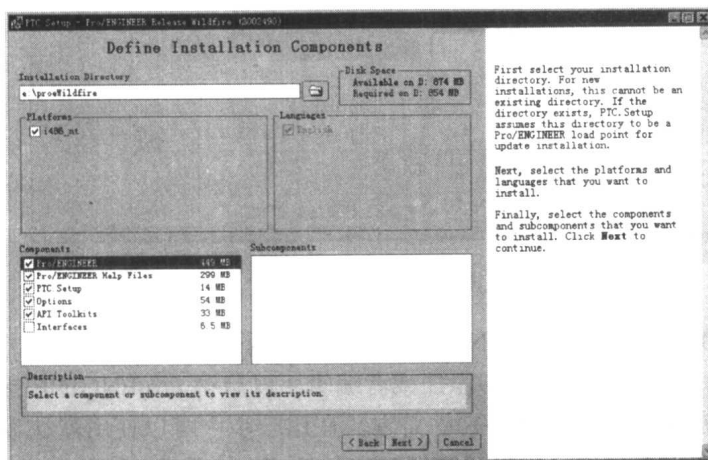

图 1.3 选择安装部件和操作平台
(3) 在如图 1.3 所示的界面中选择安装目录和组件。在“Installation Directory”（安装目录）输入框中设置软件的安装目录，例如“E:\proeWildfire”。在“Components”（组件）列表框中选择需要安装的部件。选择完毕后单击“Next”按钮，进入到下一步安装界面。